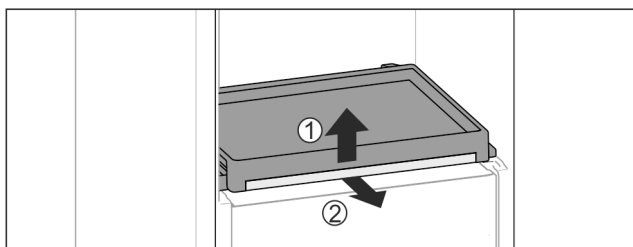

Fig. 111
- Sortir la bordure télescopique avec la tablette : Soulever légèrement la tablette par l'avant Fig. 111 (1) et la sortir vers l'avant Fig. 111 (2).